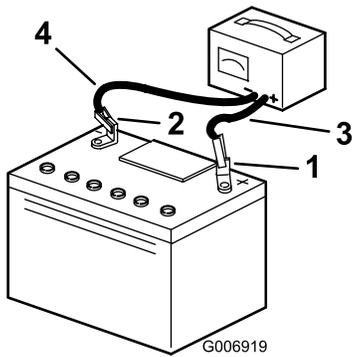

Figura 28
5. luego desconecte los cables del cargador de los bornes de la batería (Figura 28).